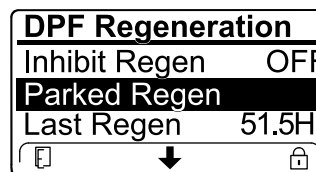

図 59
- エンジンコンピュータがリカバリ再生を要求している、またはリカバリ再生の処理中である時には、駐車再生 PARKED REGEN を選択することはできません。駐車再生はロックされ、施錠アイコン 図 59 がインフォセンターの右下に表示されます。